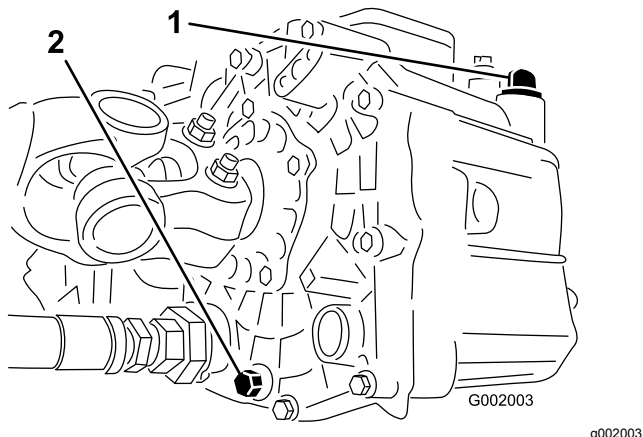

Figura 50
3. Retire o bujão de escoamento da parte lateral do reservatório e deixe o fluido hidráulico escorrer para o recipiente (Figura 50).